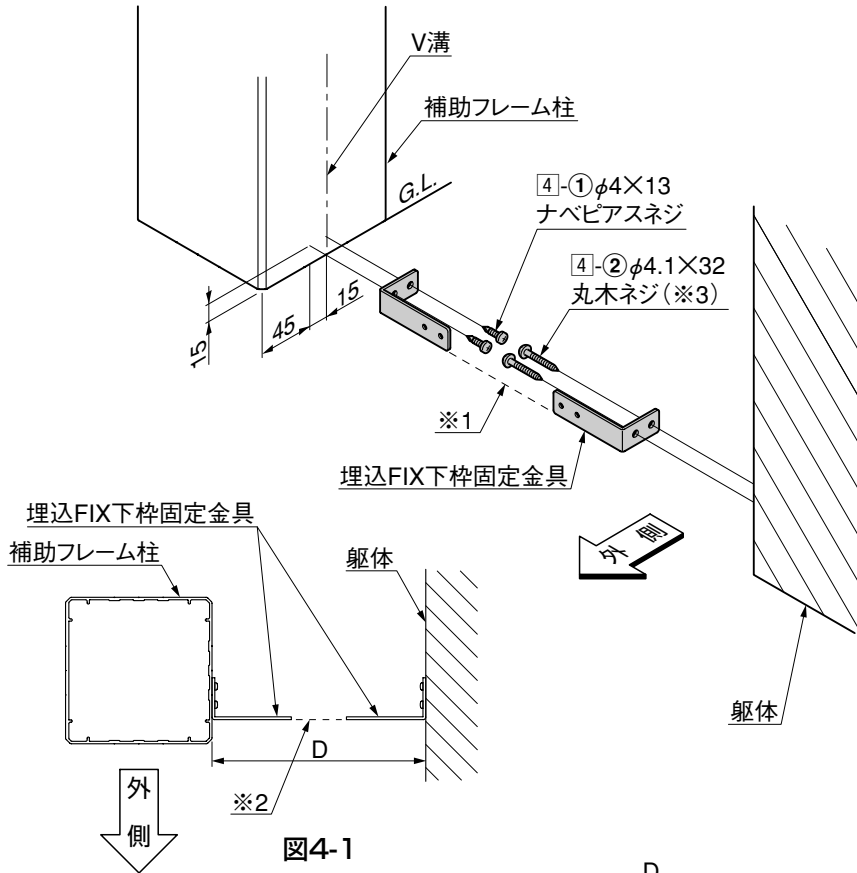

図4-1
- 埋込FIX下枠固定金具は補助フレーム柱側と躯体側で高さ通りをそろえて取付けてください。(※1、※2、図4-1参照)
- 2 図4-1のD寸法を計測し、埋込FIX下枠を切断・加工してください。(図4-2参照)